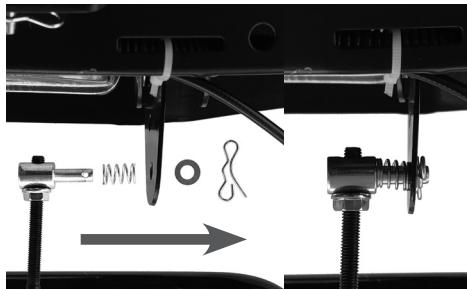

Рис. 13 Подключение тяги к рычагу переключения передач
- установите верхний конец тяги с регулировочным механизмом в отверстие рычага переключения передач, как показано на Рис. 13 и зафиксируйте тягу шплинтом;